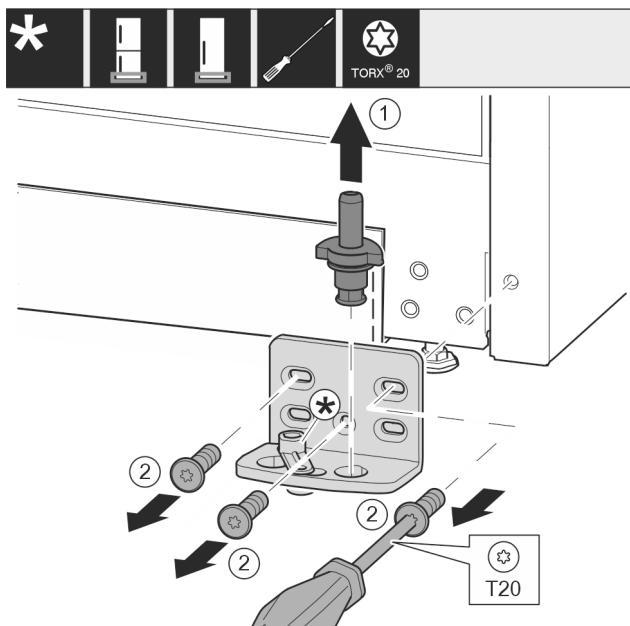

Fig. 13
- ▶ Visiškai ištraukite atraminius varžtus i viršų. Fig. 13 (1)
- ▶ Išsukite varžtus atsuktuvu T20 ir nuimkite atraminę gembę. Fig. 13 (2)